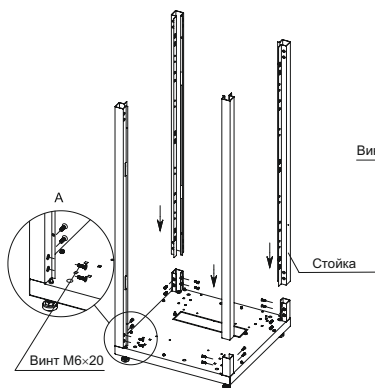

Рисунок 2 – Установка стоек
3.2 Извлеките из четвертого места стойки. Вставьте стойки в основание с опорами и закрепите винтами M6x20 с потайной головкой (рисунок 2).